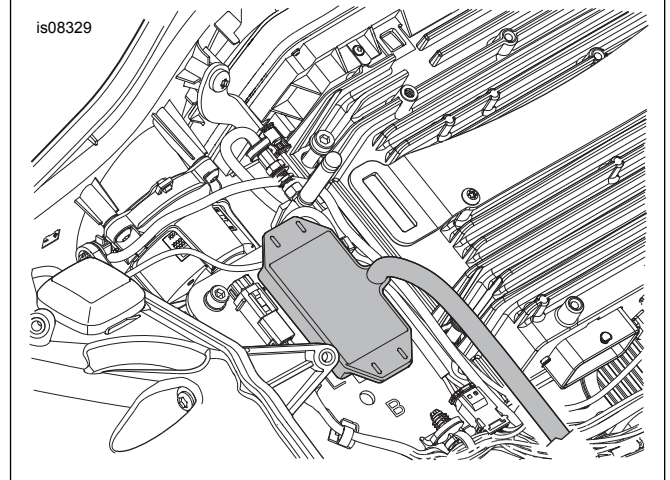

Figura 14. Immuntar tat-Trasmettitur (Mudellu tat-Touring FLTR tal-2015-2016)
2. Ara Figura 14 . Neħħi t-tejp protettiv mill-qoxra tal-adeżiv fuq naħa waħda tal-pad tal-foam għal fuq it-trasmettitur (3).